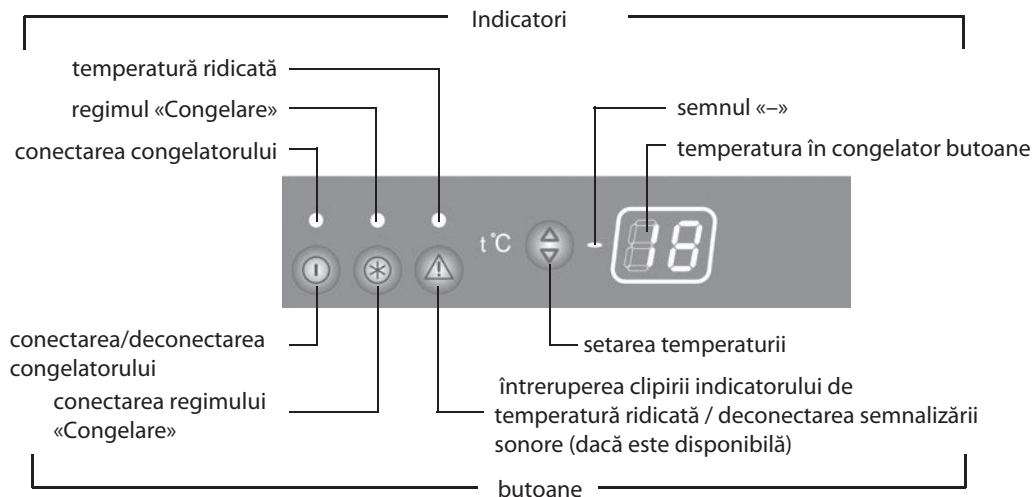

Figura 3 – Dispozitivul de comandă
1.5 În congelator este prevăzut un dispozitiv de comandă, care permite setarea temperaturii în cameră și afișează valoarea ei pe indicator în conformitate cu figura 3.
2.1.1 Controlul funcționării congelatorului se efectuează prin apăsarea butoanelor respective a dispozitivului de comandă în conformitate cu figura 3.
2.1.2 Butoanele de comandă au indicatoare de lumină în conformitate cu figura 3. Indicatorii semnalizează despre conectarea sau deconectarea regimurilor de lucru a congelatorului, iar indicatorul numeric afișează temperatura setată.
Conectarea congelatorului se efectuează prin apăsarea butonului  — se aprinde indicatorul de conectare în conformitate cu figura 3. După conectare începe a clipi indicatorul de temperatură ridicată și «H» pe indicatorul numeric de temperatură. Clipirea indicatorului de temperatură ridicată se deconectează prin apăsarea butonului  — indicatorul începe să lumineze permanent.
Setarea temperaturii se efectuează prin apăsarea butonului  în conformitate cu figura 3. Pe indicatorul numeric de temperatură începe a clipi indicația temperaturii în grade Celsius. La apăsări repetate a butonului  valoarea numerică pe indicator crește până la cea maximală admisibilă, după care are loc enumerarea valorilor începând cu cea minimă.
Pentru a conecta regimul «Congelare» apăsați butonul  în conformitate cu figura 3 — pe indicatorul numeric de temperatură se afișează «SF».